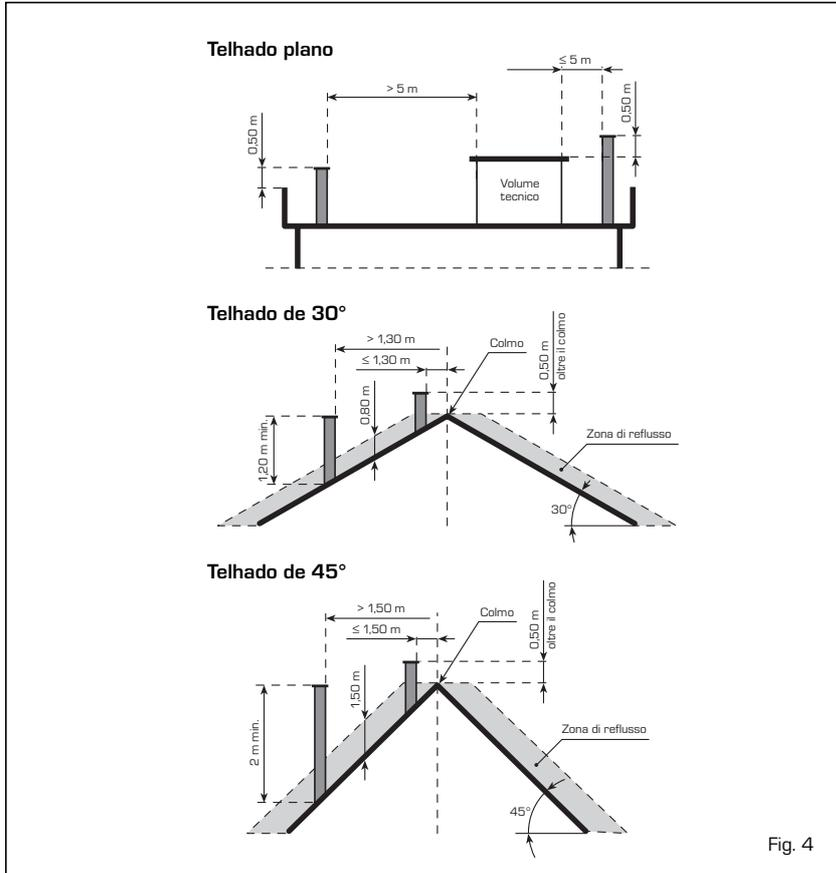

Fig. 4
- Il est donc nécessaire de respecter les hauteurs minimum indiquées en fig. 4;